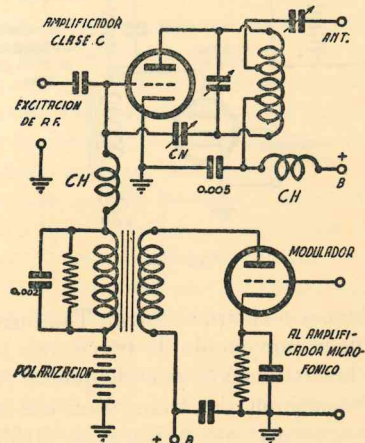

FIG. 82.
*Modulación en rejilla de control.*—En este sistema la tensión del amplificador de micrófono varía la polarización de rejilla, con lo cual varía la salida del amplificador clase C (fig. 82).